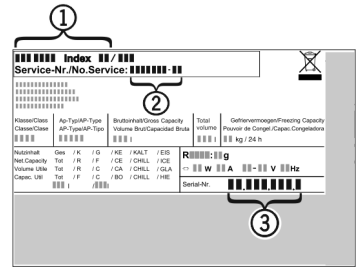

Fig. 11
- ▶ Odczytać z tabliczki znamionowej oznaczenie urządzenia Fig. 11 (1), nr serwisowy Fig. 11 (2) oraz numer seryjny Fig. 11 (3). Tabliczka znamionowa znajduje się po lewej stronie wewnątrz urządzenia.
- ▶ Poinformować serwis i podać opis zaktócenia, oznaczenie urządzenia Fig. 11 (1), nr serwisowy Fig. 11 (2) oraz numer seryjny Fig. 11 (3).